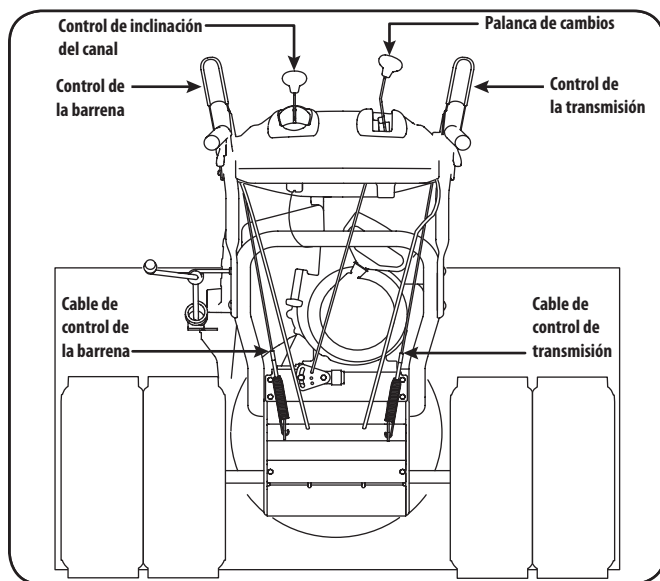
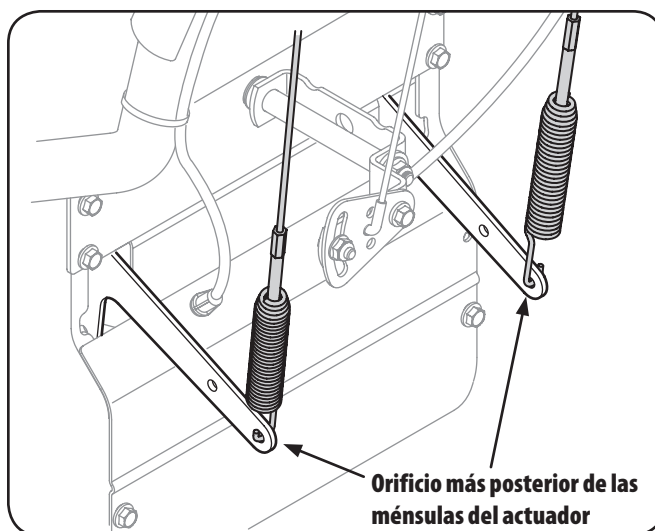

Figura 3-22
Figura 3-23
4. Mire debajo del panel de la manija para verificar que todos los cables (de dirección, de la barrena y de transmisión) estén colocados correctamente y no estén apretados ni torcidos. Asegúrese de que los resortes del extremo inferior de la barrena y los cables de la transmisión estén enganchados firmemente en el respectivo soporte del accionador. Vea la Figura 3-23.
Cuando se suelta el control de la barrena y está en posición desengranada hacia arriba, el cable debe tener muy poco juego. NO debe estar tenso. Consulte la Figura 3-22.
- Con el motor apagado, mueva la palanca de cambios a la sexta (6) posición. Consulte la Figura 3-22.
- Desde debajo de la manija, tire hacia abajo en el cable que corresponda y desenganche el resorte que se encuentra en el extremo del cable desde el soporte del accionador respectivo. Consulte las Figura 3-22 y Figura 3-23.